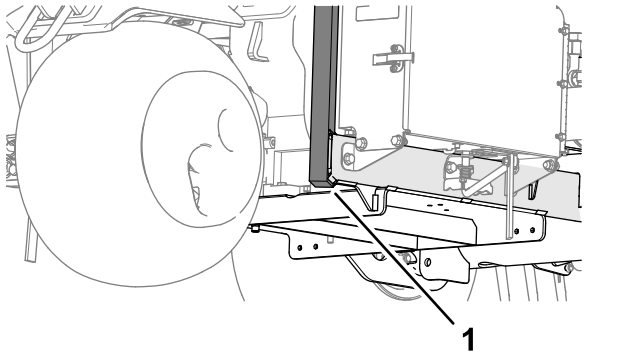

Figure 138
- Placez le cric solidement sous le bras de support de la roue avant (Figure 138).